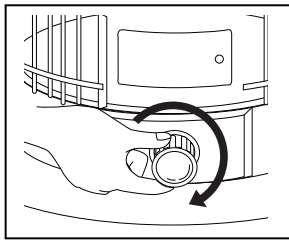

Fig.12
- Tournez le bouton du dispositif de réglage de la mèche dans le sens des aiguilles d'une montre jusqu'à ce que la mèche soit levée à sa hauteur maximum (Fig. 12).